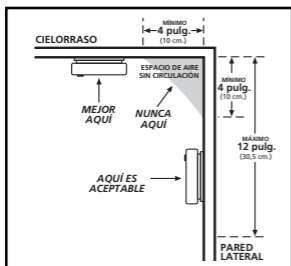

FIGURA 1
- Al instalar una alarma en el cielo raso, colóquela a una distancia mínima de 4 pulg. (10 cm) de la pared lateral. (consulte la Figura 1).
- Al instalar la alarma en la pared, use una pared interior con el borde superior de la alarma a un mínimo de 4 pulg. (10 cm) y un máximo de 12 pulg. (30.5 cm) bajo el cielo raso. (consulte la Figura 1).
En las casas rodantes antiguas que no están bien aisladas en comparación con las normas actuales, el calor y el frío extremos se pueden filtrar desde el exterior al interior a través de paredes y un techo inadecuadamente aislados. Esto puede formar una barrera térmica que puede impedir que el humo llegue a una alarma instalada en el cielo raso. En ese tipo de casas rodantes, instale la alarma contra humo en una pared interna, con el extremo superior de la alarma a un mínimo de 4 pulg. (10 cm) y un máximo de 12 pulg. (30.5 cm) bajo el cielo raso (consulte la Figura 1).